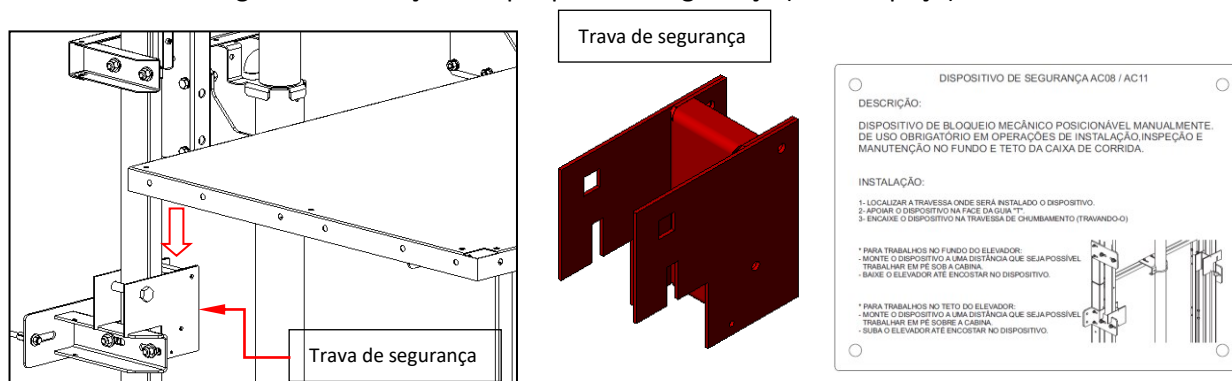

Figura 17: Arcada apoiada sobre a trava de segurança
- 1º) Suba a arcada de modo que ultrapasse o segundo braquete instalado e posicione a trava de segurança nesse braquete. Encoste suavemente a arcada sobre a trava de segurança, conforme figura 17. Instruções na plaqueta de segurança (fixar no poço).